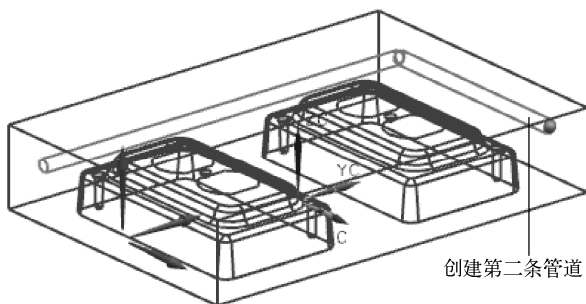

图 9-101 创建第二段管道
(8) 按照上述方法，继续创建第二段管道，如图 9-101 所示。